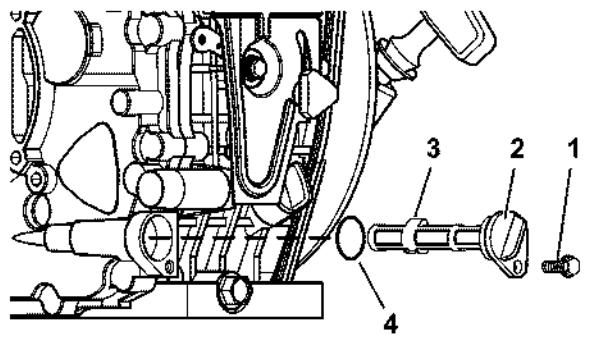

Рис. 67
6. Убедитесь, крышка топливного фильтра (Рис. 67, (2)) плотно закрыта.
7. Закрутите болт, закрепляющий масляный фильтр (Рис. 67, (1)).